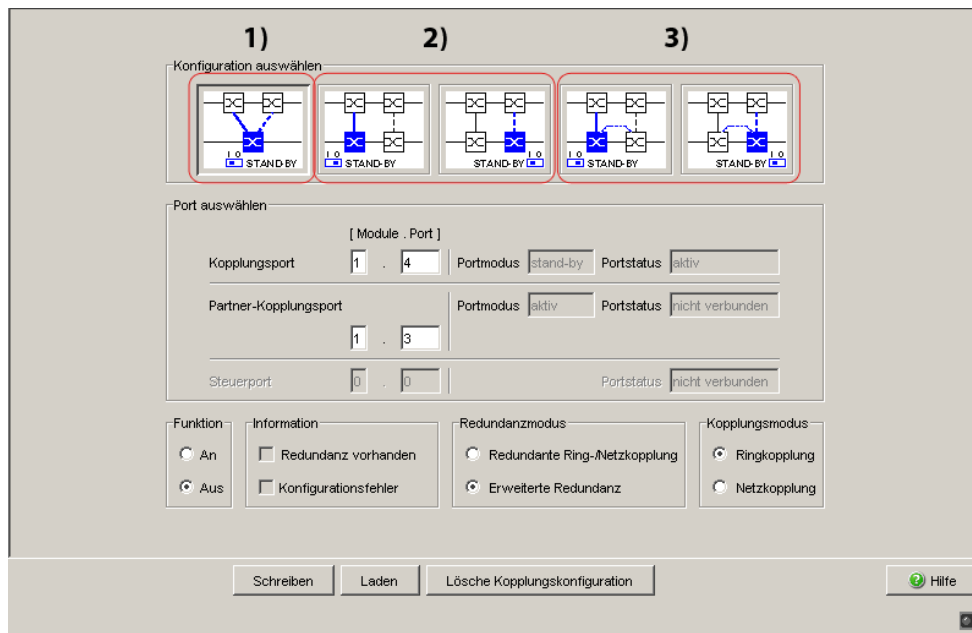

Abb. 22: Ringkopplungs-Konfiguration auswählen (bei deaktivierten DIP-Schaltern oder bei Geräten ohne DIP-Schalter)
- Wählen Sie als erstes die gewünschte Konfiguration Ein-Switch-Kopplung („1“), Zwei-Switch-Kopplung („2“) oder Zwei-Switch-Kopplung mit Steuerleitung („3“), (siehe Abbildung 22).